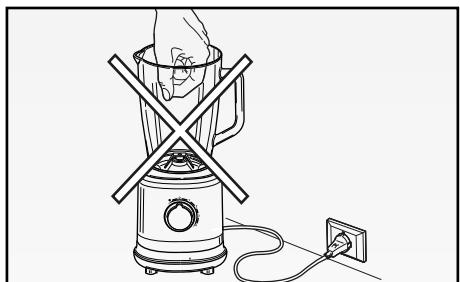

Fig. 5
15. Non inserire mai le mani nella tazza quando l'apparecchio è collegato alla rete elettrica (Fig. 5).